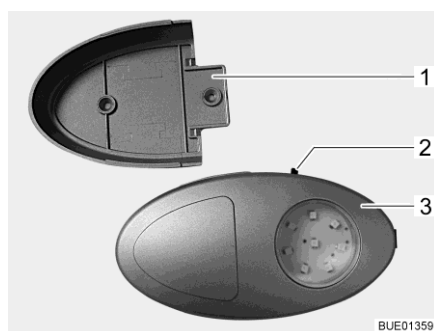

Fig. 104 Luce armadio guardaroba/torcia elettrica
- ▷ È possibile estrarre la luce armadio guardaroba dal supporto a vite (Fig. 104,1) e utilizzarla come torcia elettrica.
L'interruttore di accensione/spegnimento (Fig. 104,2) è montato direttamente sulla luce armadio guardaroba (Fig. 104,3).